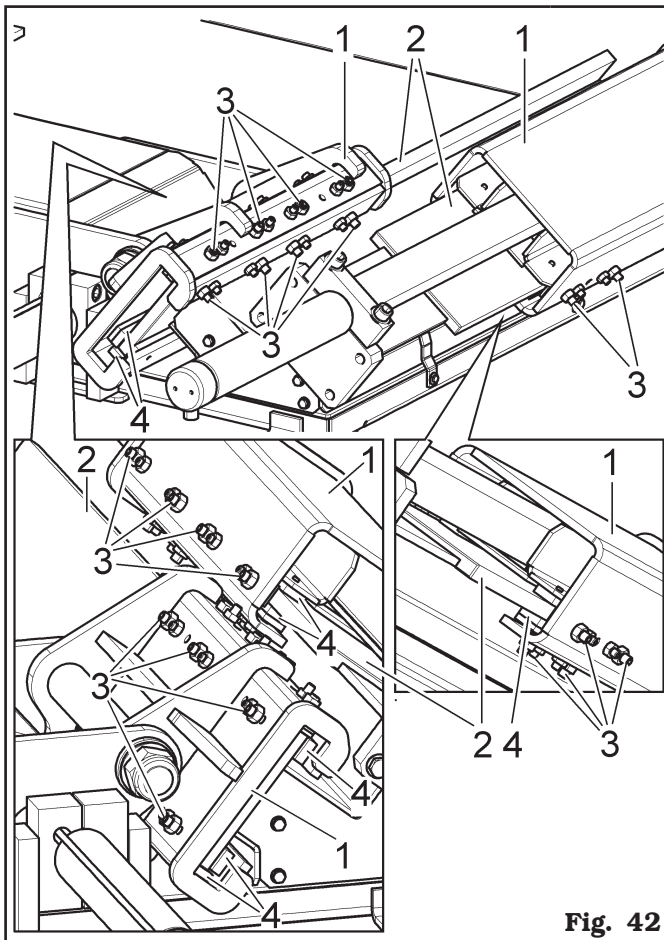

Fig. 42
- C. Controlar periódicamente y, si es necesario, regular el juego de las correderas (**Fig. 42 ref. 1**) en las placas guía (**Fig. 42 ref. 2**) actuando sobre los tornillos de regulación (**Fig. 42 ref. 3**) de los patines (**Fig. 42 ref. 4**).